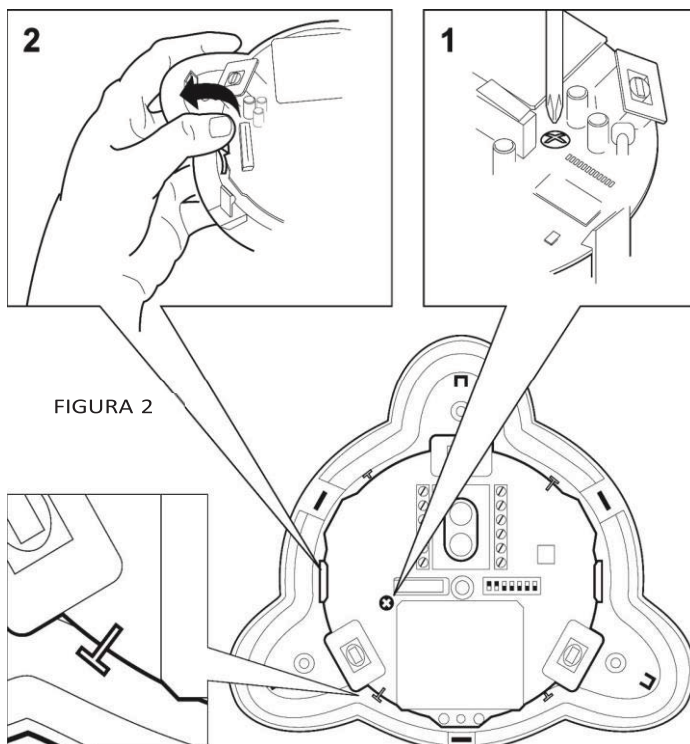

FIGURA 2
3. Libere el tornillo que sostiene la placa de circuito impreso (PCB) (Figura 2) situado a la derecha de la PCB (1), tire suavemente hacia afuera de los dos clips de sujeción (2), y quite la PCB.